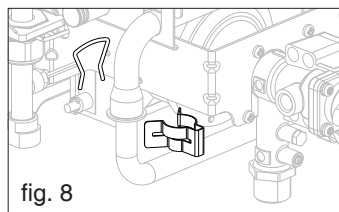

fig. 8
- Remover o clip de fixação tubo gás-colector (fig. 8)